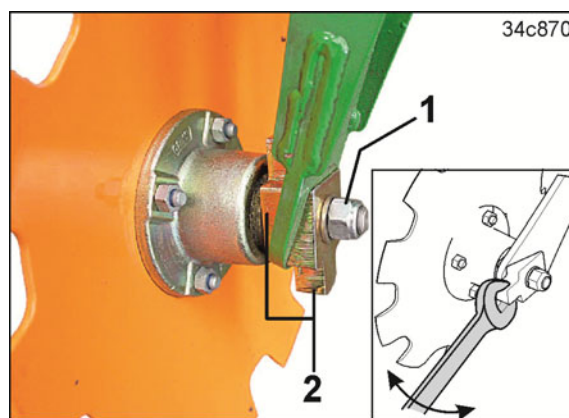

Fig. 220
2. Desfaceți piulițele hexagonale (Fig. 220/1) și răsuciți discul marcatoarelor de urmă împreună cu penele (Fig. 220/2).